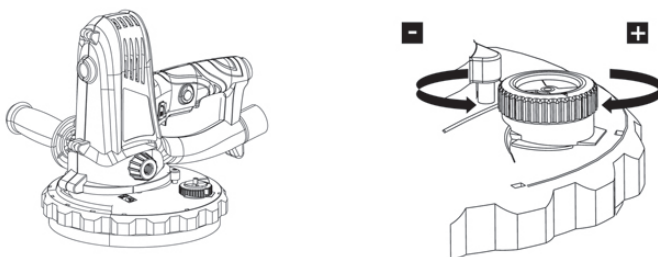

Fig. 8
- > Reglați puterea de aspirare în funcție de operațiunea prevăzută (Fig. 8).
- > Rotiți selectorul de vid (8) în sens orar pentru a crește puterea de aspirare.
- > Rotiți selectorul de vid (8) în sens anti-orar pentru a scădea puterea de aspirare.